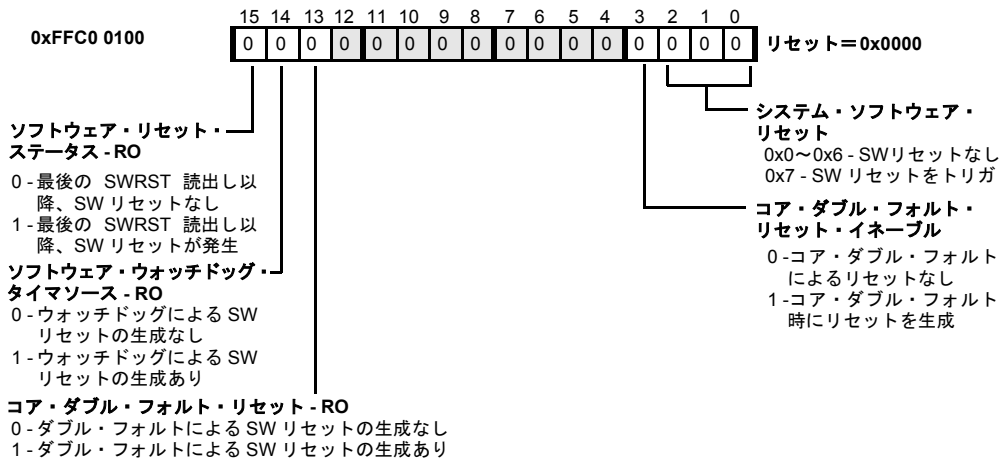

図 3-3. ソフトウェア・リセット・レジスタ
- ・ ソフトウェア・リセット・レジスタのシステム・ソフトウェア・リセット・フィールドの設定による方法（3-18ページの図3-3を参照）